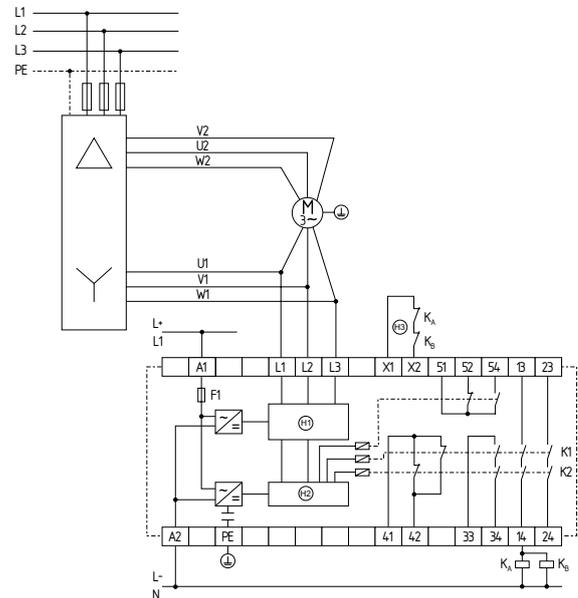

Fig. 9
**Comando bicanal (contactor estrela está armado mesmo com o motor parado) (ver Fig. 9)**